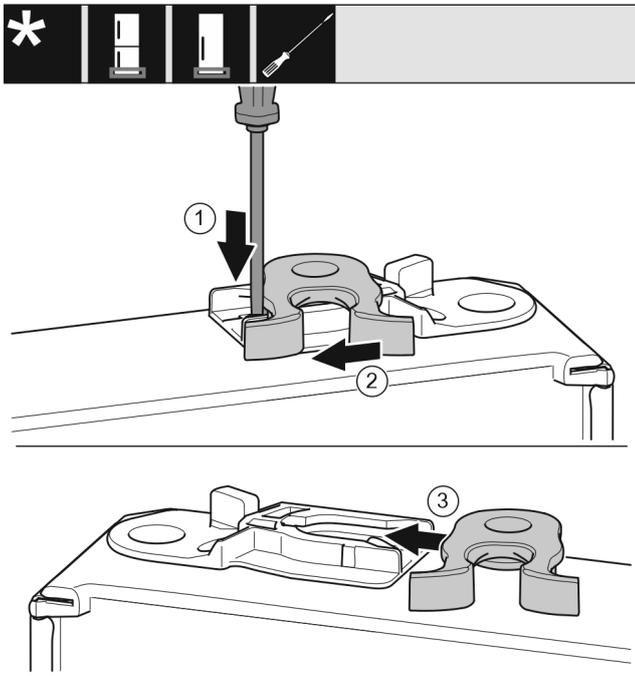

Fig. 23 *
- ▶ Lasche Fig. 23 (1) mit Schlitzschraubendreher nach unten drücken.*
- ▶ Schließhaken Fig. 23 (2) aus Führung ziehen.*
- ▶ Schließhaken Fig. 23 (3) auf anderer Seite in Führung schieben.*